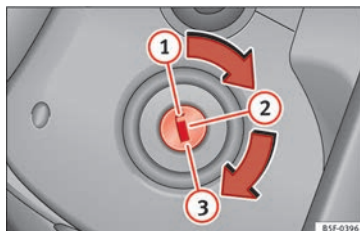

Fig. 145 Positions de la clé de contact.
Dans cette position » fig. 145 l'allumage et le moteur sont déconnectés, ce qui peut bloquer la direction.
- Amenez la clé de contact en position » **fig. 145** . Le témoin  s'allumera en cas de préchauffage du moteur.
» fig. 145 ①.